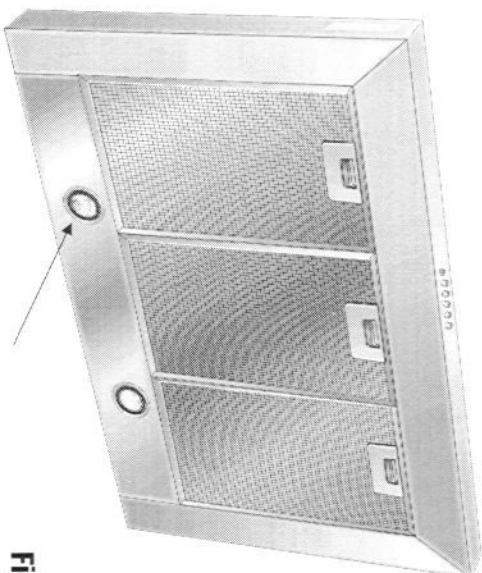

Fig. 3
2.4 - ILLUMINAZIONE (Fig. 3)
2.4 - LIGHTING (Fig. 3)
2.4 - ILLUMINATION (Fig. 3)
2.4 - BELEUCHTUNG (Abb. 3)
2.4 - ILLUMINACION (Fig. 3)
2.4 - VERLICHTING (Fig. 3)